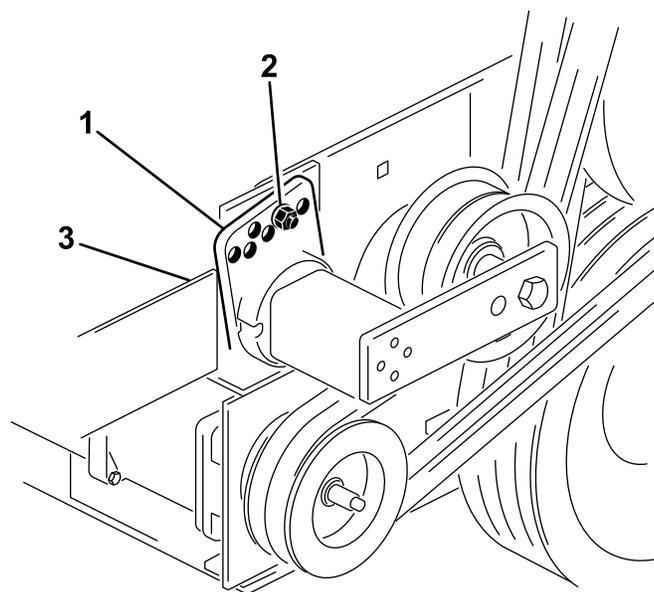

Рисунок 15
3. Снимите болт и гайку, которые крепят направляющую натяжителя к креплению привода, чтобы снять натяжение ремня (Рисунок 15).